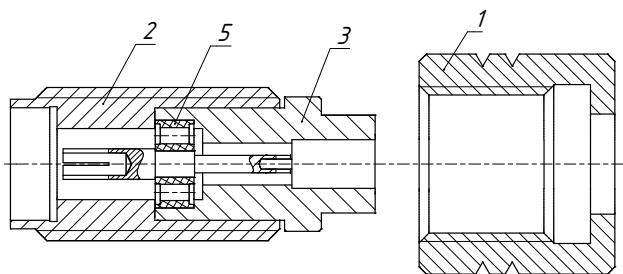

Рис. 29. Кабельный соединитель РК1-40-14Р-2 с отсоединенными стягивающей гайкой
- 1) Снимите стягивающую гайку 1 с корпуса 2 (рисунок 29); снимите корпус 2 с корпуса 3;